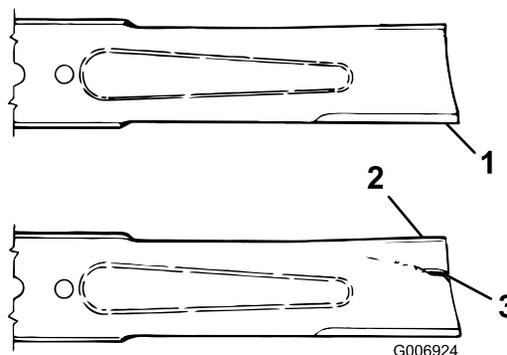

Figura 33
2. Inspeccione los filos de corte (Figura 33). Si los bordes no están afilados o tienen mellas, retire las cuchillas y afílelas; consulte Cómo afilar las cuchillas.
3. Inspeccione las cuchillas, especialmente la parte curva (Figura 33). Si observa daños, desgaste o la formación de una ranura en esta zona (Figura 33), instale inmediatamente una cuchilla nueva.